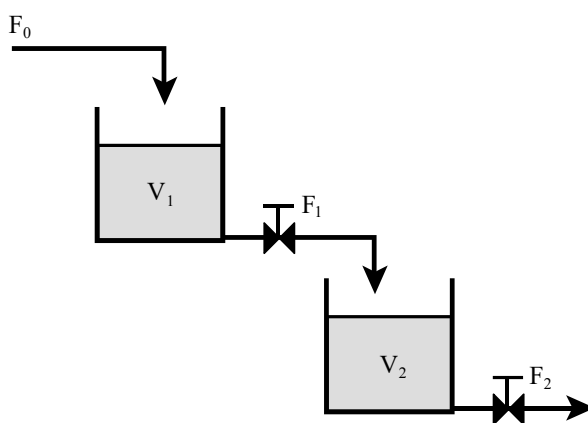

Figura 1: Tanques en serie no interactiva.
- La Figura 1 muestra dos tanques abiertos conectados en serie no interactiva. Los dos tanques descargan a la atmósfera. Ambos tanques son iguales con diámetro de 1 m y altura máxima de líquido igual a 2 m. Las dos válvulas de descarga son lineales y tienen un $C_v = 2.0 \times 10^{-4} \text{ m}^3/\text{kg}^{0.5}$. El caudal de alimentación es 10 l/s de agua. Realice las siguientes actividades (reporte cuatro cifras significativas en el sistema de unidades SI):